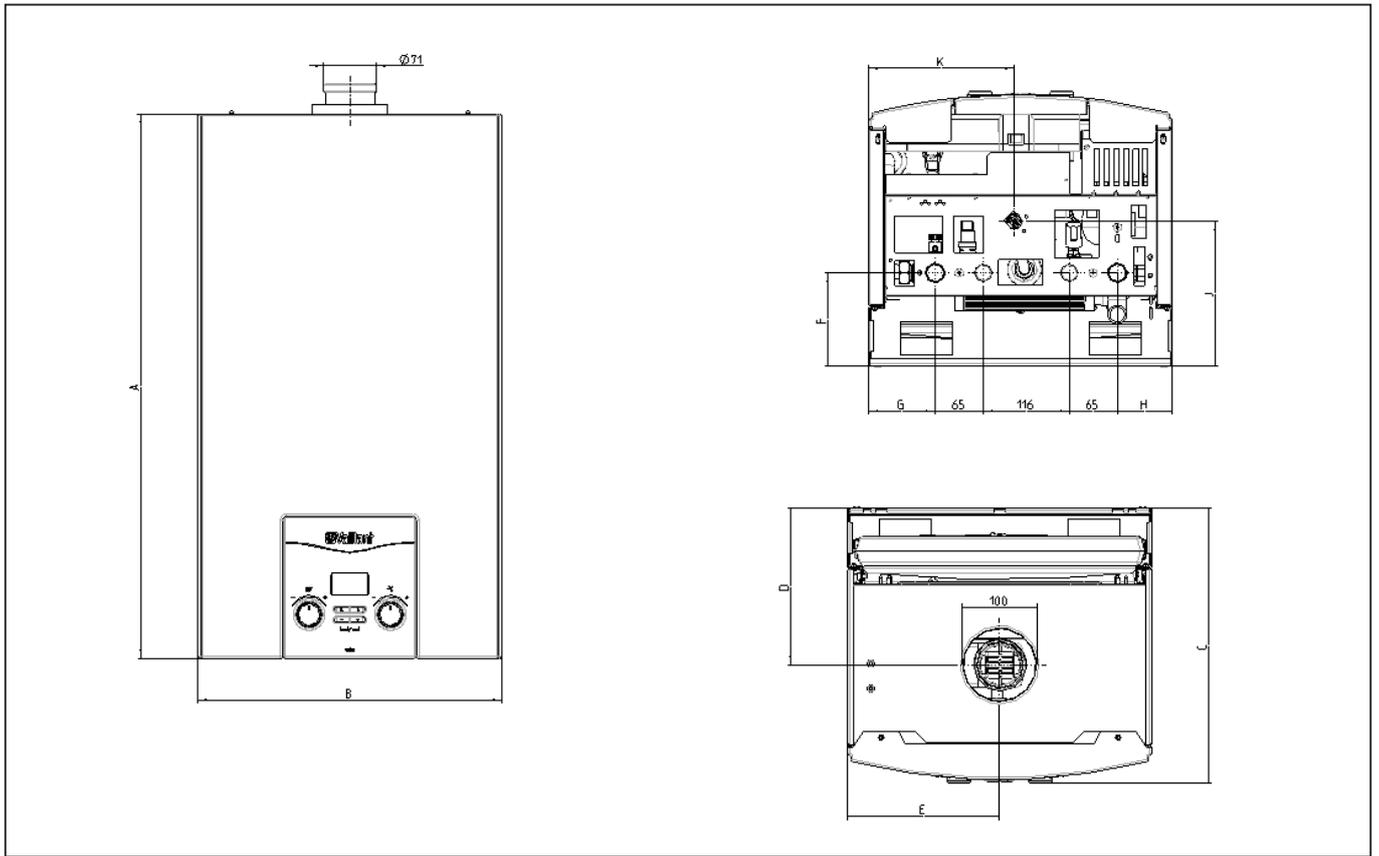

图 4.1 燃气采暖热水炉尺寸图
- 确保所有管路接口正确定位 (请参考图 4.1 有关数据)。